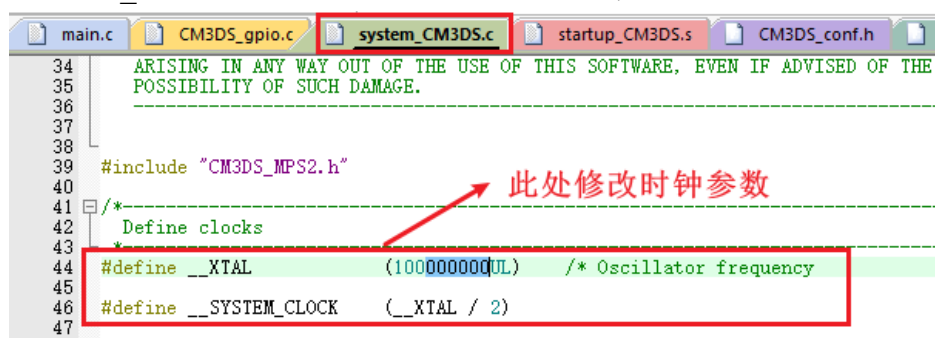

图 2.18 MDK 软件中修改时钟参数
5. 需要注意的是在 FPGA 侧代码中将时钟来源修改之后，还需要在 MDK 软件中修改时钟参数。MDK 软件中在“system_CM3DS.c”文件中修改时钟参数，其中 SYSTEM_CLOCK 就是 Cortex-M3 的时钟频率，如下图 2.18 所示。